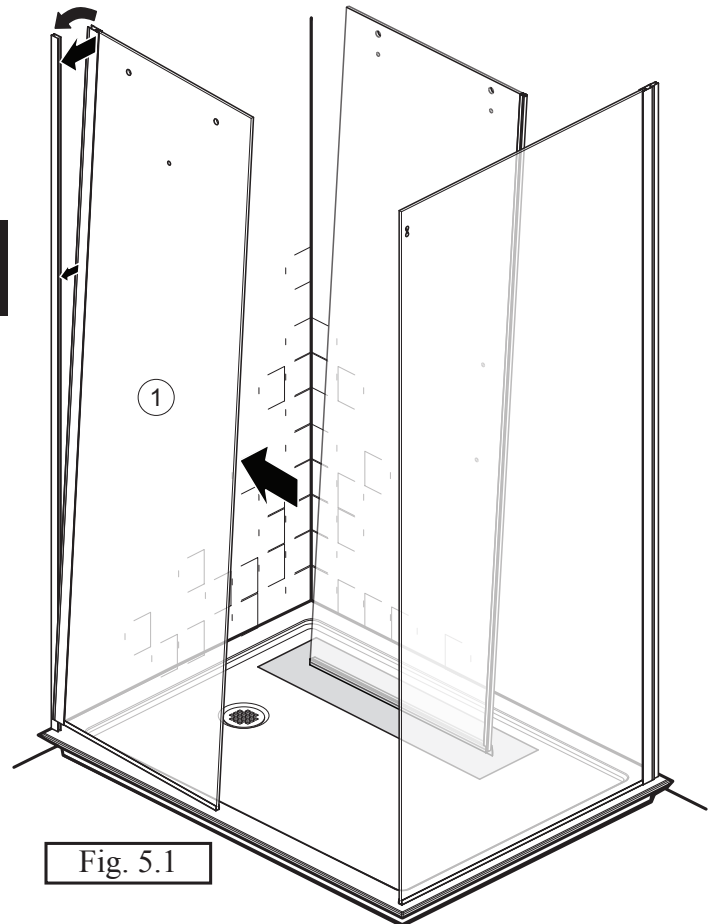

Fig. 5.1
Soulever légèrement le panneau fixe pour l'insérer sur le montant mural en prenant soin d'insérer le bas en premier. Pousser le jusqu'au fond pour maintenir le panneau en position durant l'installation (fig. 5.1).
*Slightly lift the fixed panel and insert it on the wall jamb. Make sure to insert the bottom part first. Push it all the way to hold the panel in position during installation (fig. 5.1).*